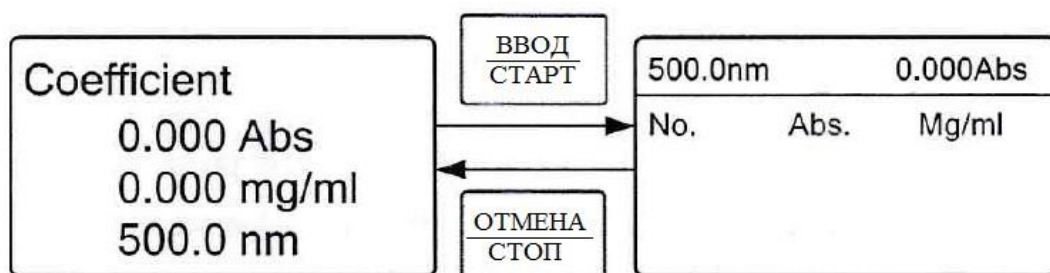

Рисунок 25. Измеренные значения концентраций
2.4.3.7. Установите на пути светового потока кювету с исследуемым раствором и закройте крышку. На дисплее будут отображаться значения измеренной оптической плотности и рассчитанной концентрации. Нажмите кнопку “ВВОД/СТАРТ”, при этом спектрофотометр будет отображать значения параметров в табличной форме (Рисунок 25), где столбцы “N”, “Abs” и “mg/ml” означают номер измерения, измеренную оптическую плотность, вычисленное значение концентрации.